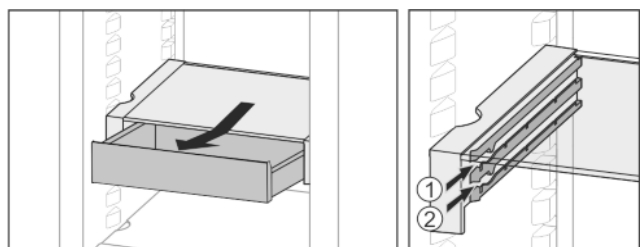

Fig. 23
- ▶ L'insérer à n'importe quelle hauteur Fig. 23 (1) ou Fig. 23 (2).